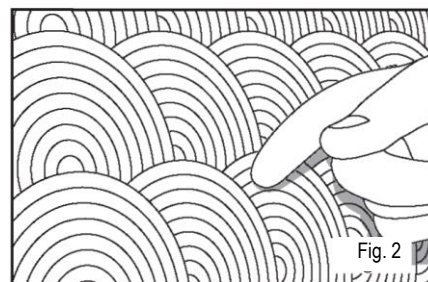

Fig. 2
- Tagliare i pannelli con un taglierino o un coltello a uncino. Se il taglio deve essere eseguito su numerosi pannelli, utilizzare una sega circolare con binario di guida (vedere fig. 2).
- Se ritirando il dito compaiono dei filamenti, significa che il tempo di apertura richiesto è stato raggiunto. Una volta raggiunto il tempo di apertura, la colla manterrà la sua forza adesiva per un tempo compreso tra 15 e 40 minuti* (vedere fig. 2).